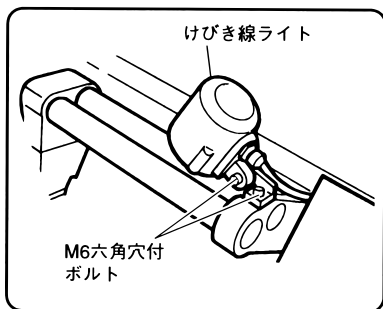

図 28
- けびき線ライトに切削液・水等をかけないでください。けびき線ライトの故障の原因となります。（図28）